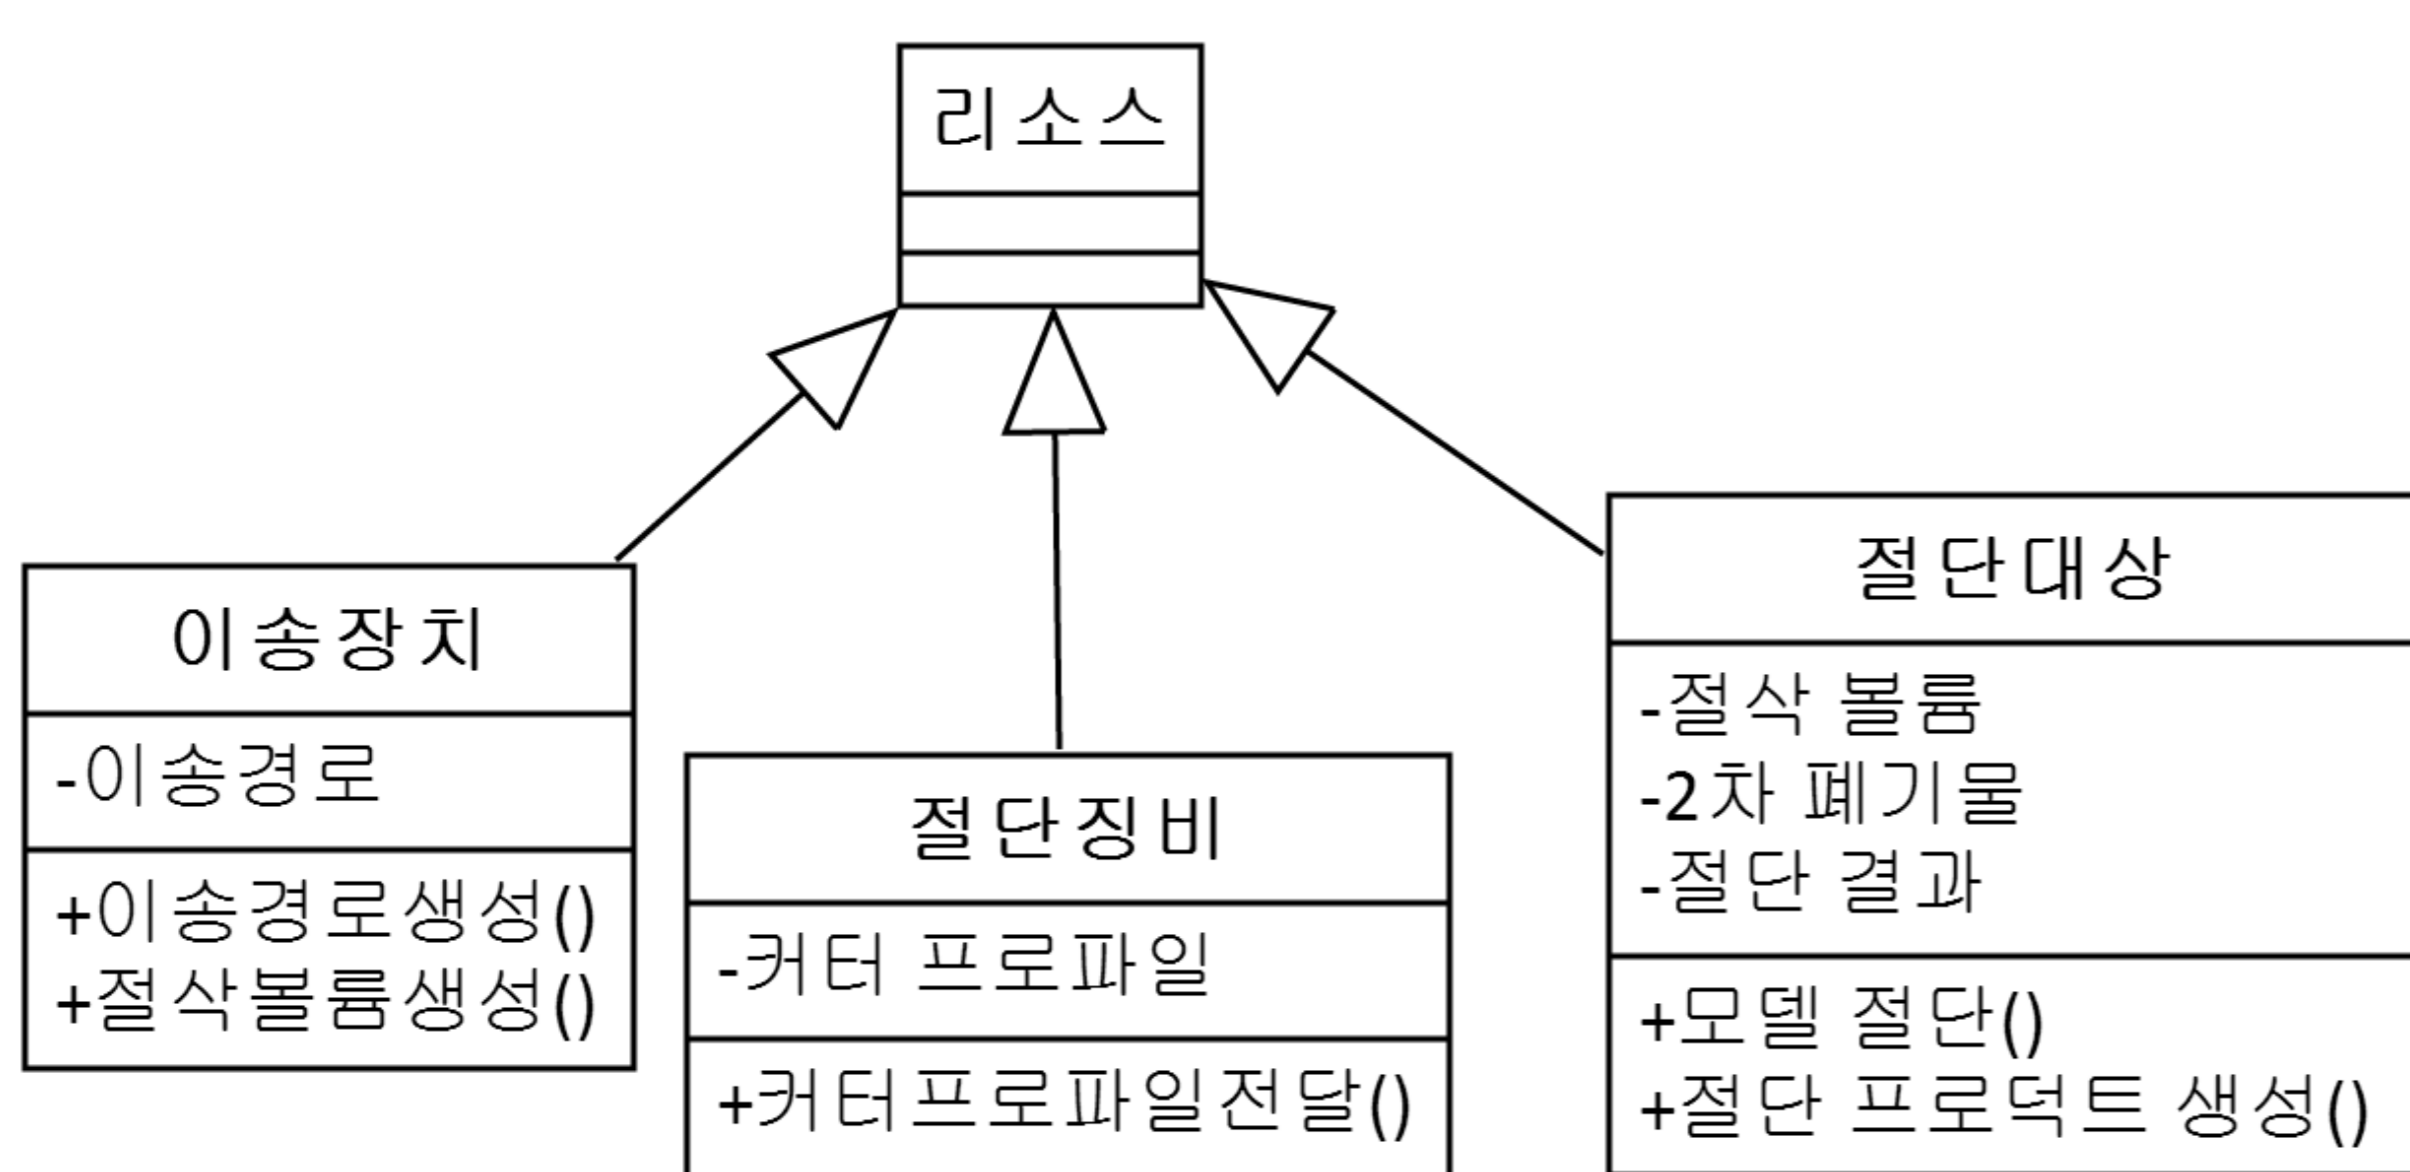

Fig 2. Class diagram
- 사용 사례를 기반으로 필요한 데이터 및 함수 정의(Fig. 2.)